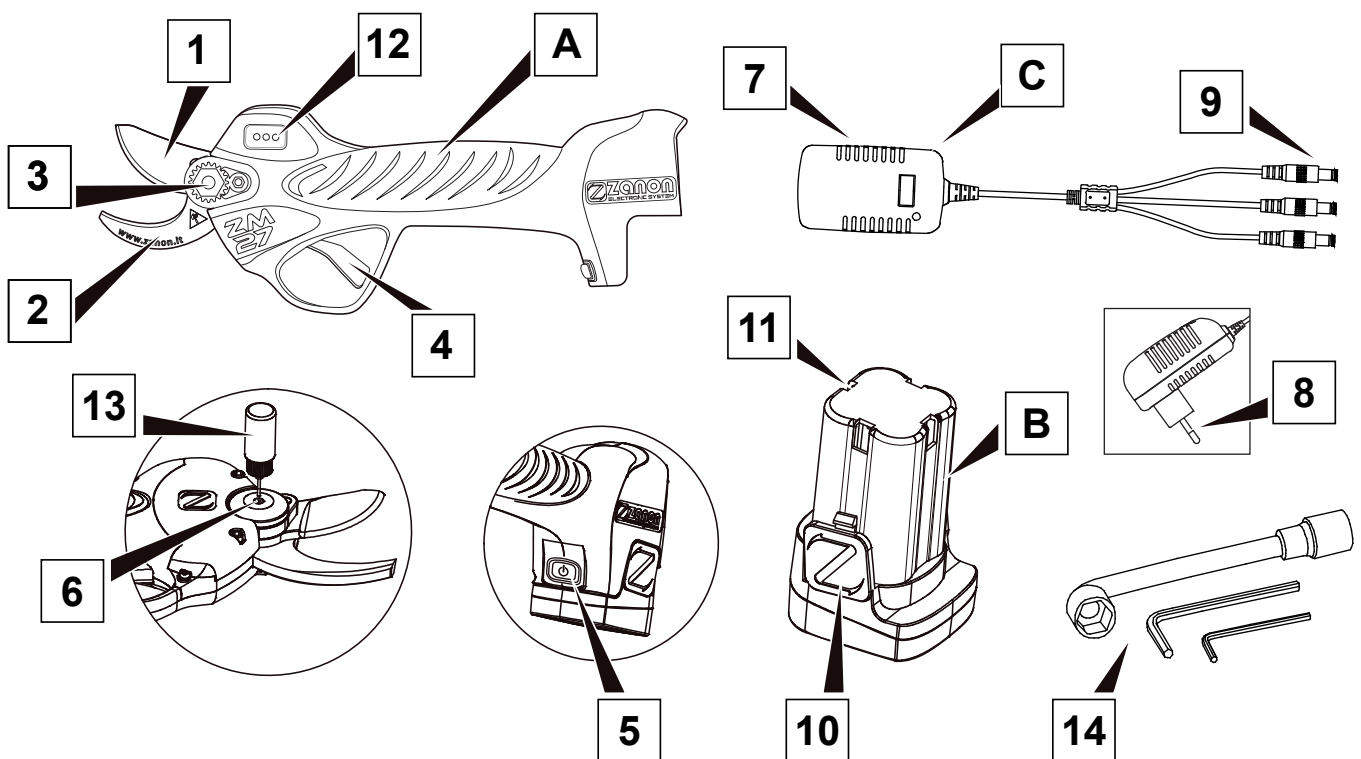

Fig. 1
Tale garanzia si esplica nella riparazione o sostituzione gratuita di quelle parti che, dopo un attento esame eseguito dal Servizio Tecnico del Fabbricante, risultino difettose. La garanzia è limitata ai soli difetti di materiali e cessa di avere effetto qualora le parti lese risultino manomesse o comunque smontate da personale non autorizzato allo scopo. In caso di intervento in garanzia, le **forbici** dovranno essere consegnate alla **ZANON** nella loro valigetta originale corredata di tutti i relativi accessori (vedi **fig. 1**).
Le **forbici** costituiscono un'attrezzatura a funzionamento elettronico, alimentata da batteria, progettata e costruita esclusivamente per la potatura di qualsiasi tipo di coltivazione, in particolar modo vigne, abeti, alberi da frutto, ulivi e, per il giardinaggio, vivai e potature urbane. Il servoccontrollo progressivo del taglio permette una continua padronanza da parte dell'utente della posizione della lama di taglio, sia all'apertura della stessa che durante il processo di potatura. Le **forbici** si contraddistinguono per la velocità e la stabilità di taglio e per il basso consumo. Il kit completo è costituito dai componenti di seguito riportati e rappresentati in **fig. 1**.
Con riferimento alla **fig. 1**, il funzionamento delle **forbici** si basa su un sistema a due leve che agevola e velocizza il taglio dei materiali legnosi. Il taglio avviene in direzione perpendicolare alle fibre e lascia una superficie di taglio liscia priva di sfrangiature. Le **forbici** sono sostenute dall'operatore con una sola mano sull'apposita impugnatura. Strutturalmente le **forbici** si compongono di n. 2 lame (una denominata "tagliente" e l'altra "battente") di cui una fissa e l'altra mobile. La lama mobile ("tagliente") (1) ha il fulcro di rotazione posto sulla controlama ("battente") (2). Il movimento della lama mobile è dato da un motore elettrico racchiuso all'interno dell'impugnatura alimentato da una batteria (B) a basso voltaggio. Il comando viene impartito premendo con un dito della mano il grilletto (4) delle **forbici** installato sull'impugnatura.